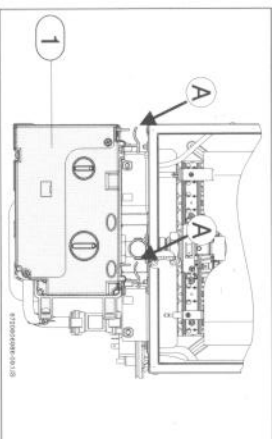

Fig. 3 Retirar a caixa de comando
- ▶ Uma vez a caixa de comando retirada, posicioná-la de acordo com a Fig. 3.